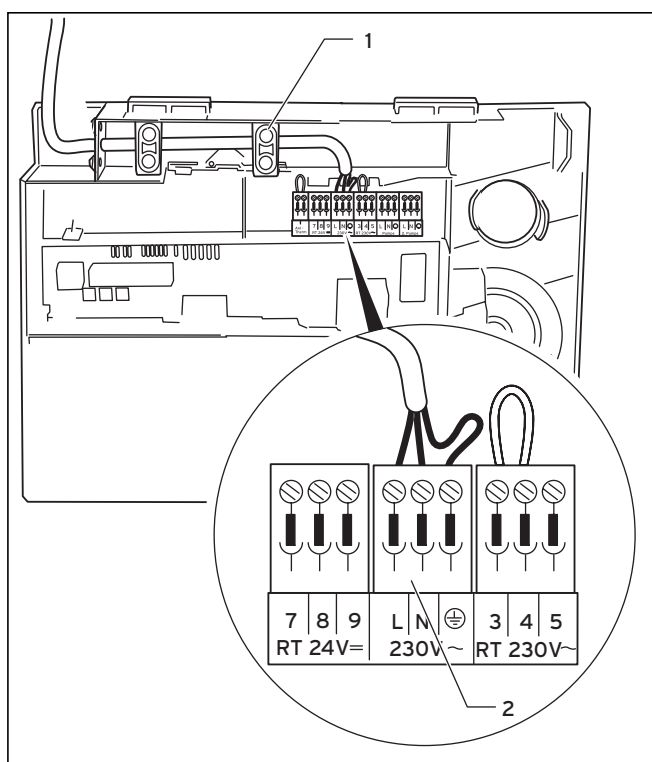

Рис. 5.7 Подключение сетевой подводящей линии
- Закрепите провода посредством приспособлений для уменьшения растяжения (1, рис. 5.7).
- Проложите сетевую подводящую линию к уровню подключений в распределительной коробке, как показано на рис. 5.7.
- Закрепите провода посредством приспособления для уменьшения растяжения (1).
- Подключите сетевую подводящую линию к предусмотренным для этого клеммам L, N и L системы ProE an (2).
- Закрепите провода посредством приспособления для уменьшения растяжения (1, рис. 5.7)